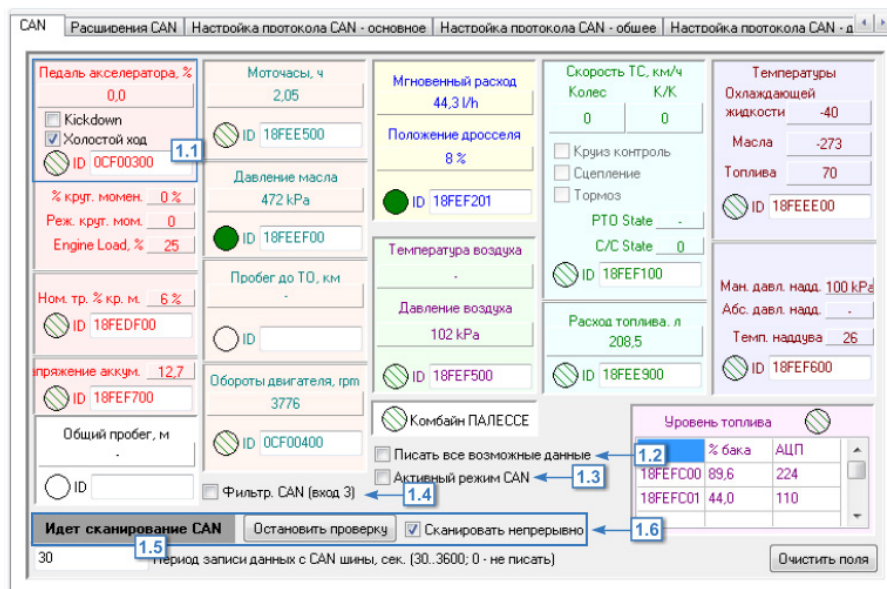

Рис.55. Вкладка «CAN».
На вкладке «CAN» пользователь может настроить работу прибора с шиной CAN в протоколе SAE J1939 (Рис.55).
- в поле «ID» (Рис.55, п. 1.1) задать идентификатор записи. Если идентификатор записи CAN не задан, то прибор не будет записывать эту запись.
- для того чтобы в память прибора записывались все данные, полученные с шины CAN транспортного средства, включить опцию «Писать все возможные данные» (Рис.55, п. 1.2).
- при необходимости включить опцию «Активный режим CAN» (Рис.55, п. 1.3). В активном режиме прибор постоянно запрашивает данные из шины.